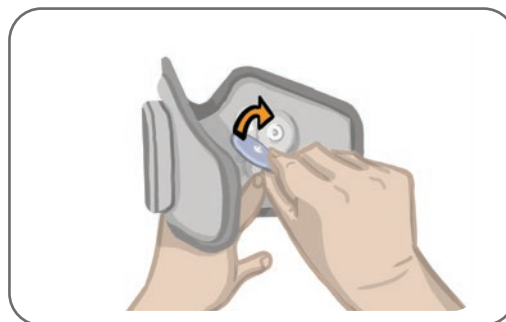

Abbildung 11-6: Befestigen der runden Gewebeelektroden
6. Befestigen Sie die runden Gewebeelektroden an den Elektrodenbasen. Siehe Abbildung 11-6.